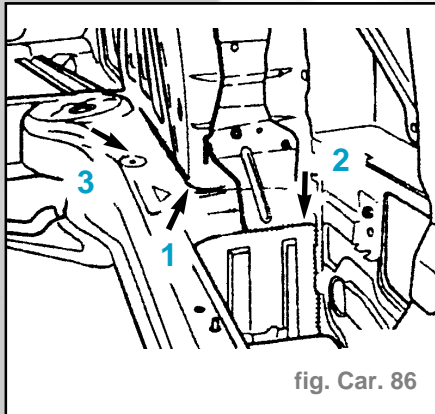

fig. Car. 86
- Mettre à nu et scier/dépointer les jonctions plancher de coffre/passage de roue/et plancher de coffre/prolongement de passage de roue droit (2) (fig. Car. 86)